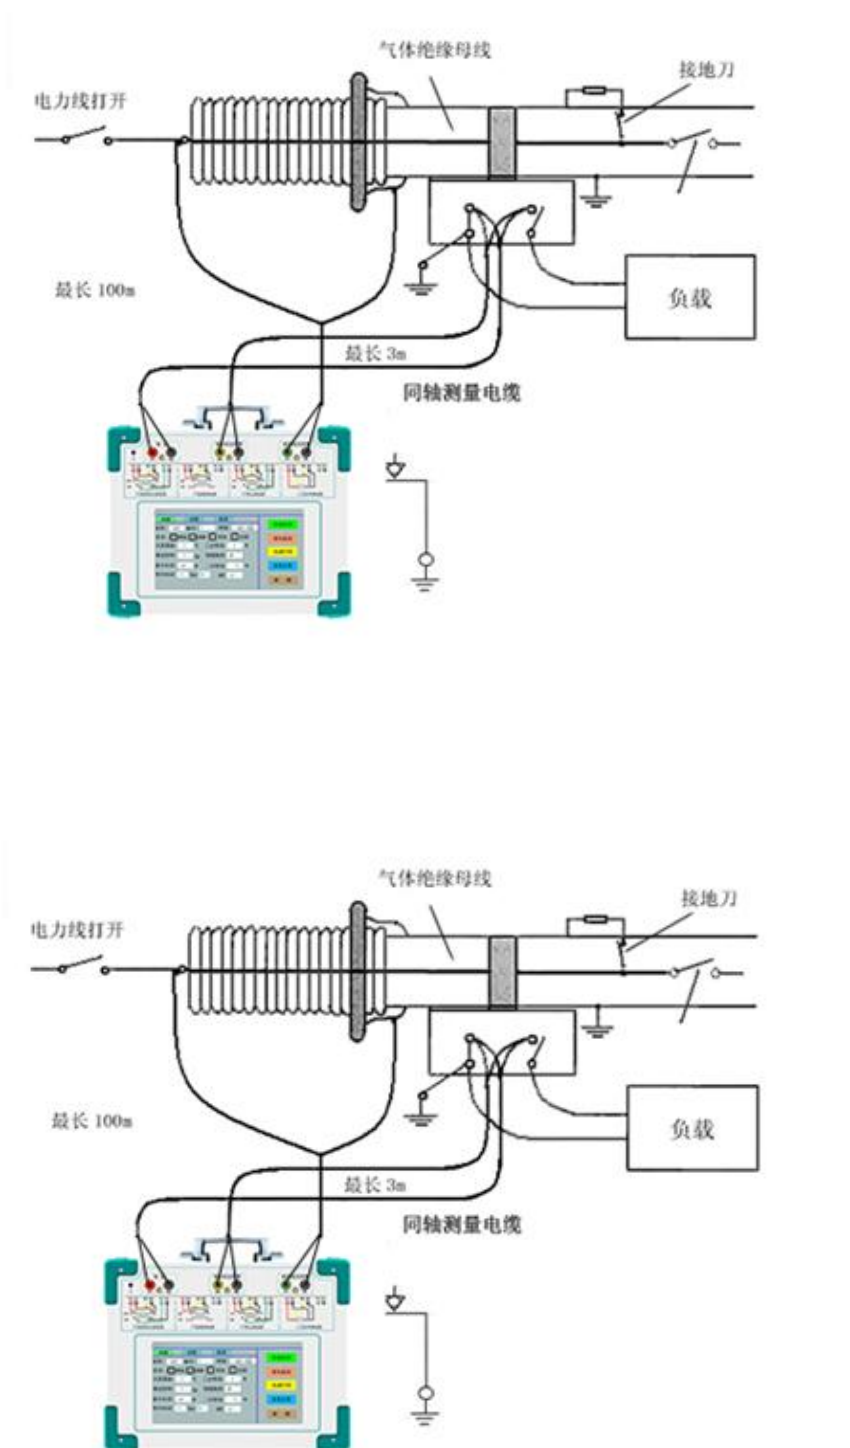

图 C.4 测试仪对 GIS（SF₆）开关上的 CT 测试时的接线方式
3. 测试仪在对 GIS（SF₆）开关上的 CT 测试时的接线方式如图 C.4 所示。